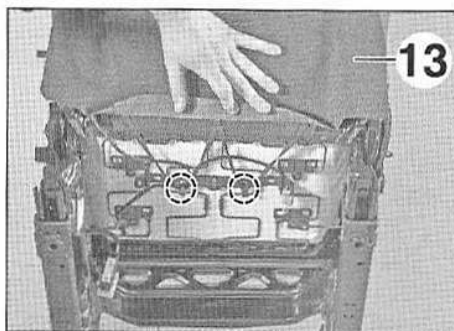

FIG.15
- Dégrafer et dégager la garniture (13) (Fig.15).